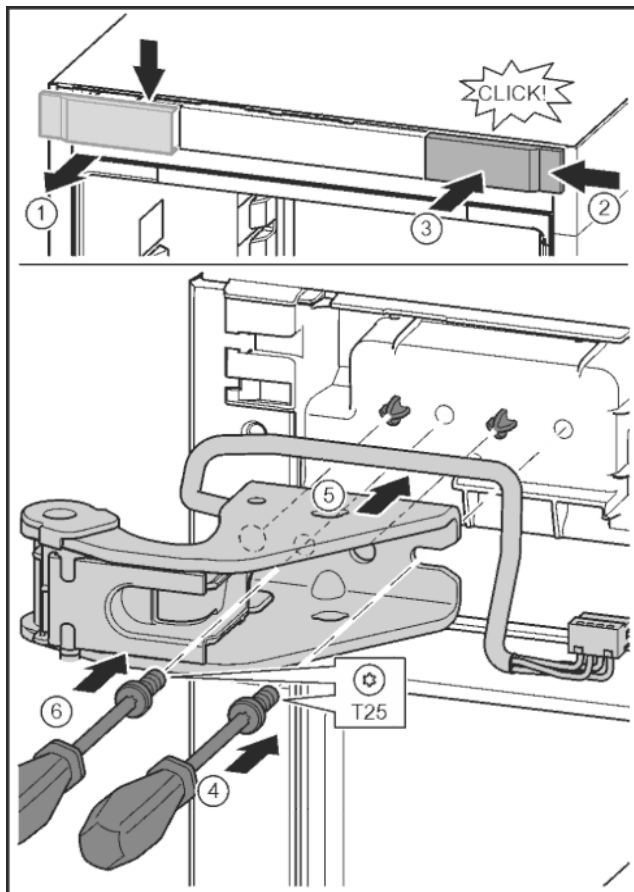

Fig. 25
- ▶ Kryt uvolněte a sejměte do strany. Fig. 25 (1)
- ▶ Kryt otočený o 180° zavěste na druhé straně zprava. Fig. 25 (2)
- ▶ Zaklapněte kryt. Fig. 25 (3)
- ▶ Šroubovákem T25 nasadíte šrouby. Fig. 25 (4)
- ▶ Nasadíte horní stojan ložiska. Fig. 25 (5)
- ▶ Utáhněte šroub. Fig. 25 (4)
- ▶ Šroubovákem T25 vložte šroub a utáhněte. Fig. 25 (6)